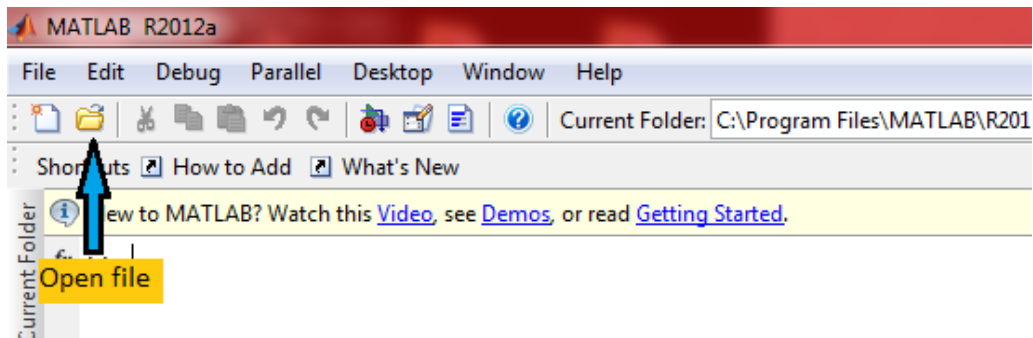

Fig. 1 Carpeta de búsqueda de programa
1. Para poder ejecutar el archivo de MATLAB nombrado Estático se selecciona en la barra de herramientas la carpeta “abrir archivo” (open file) como se indica en la fig. 1